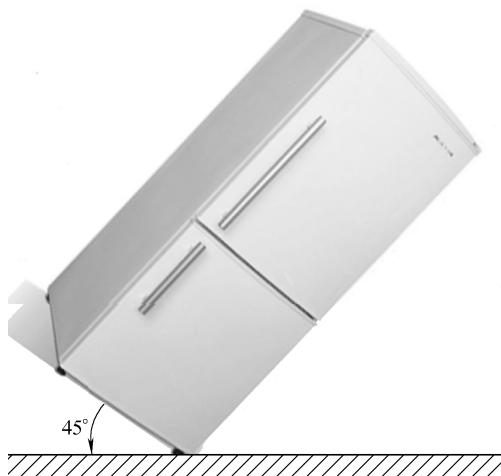

图 3-75 电冰箱搬运时的倾斜度
- 2) 搬运时，应使电冰箱始终保持直立的位置平稳地移动。箱体的倾斜切勿超过45°（见图3-75），并且严禁倒置。若电冰箱倒置，则一方面会使压缩机底